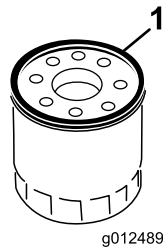

図 39
7. 新しいフィルタのガスケットに、指でオイルを塗りつける (図 39)。